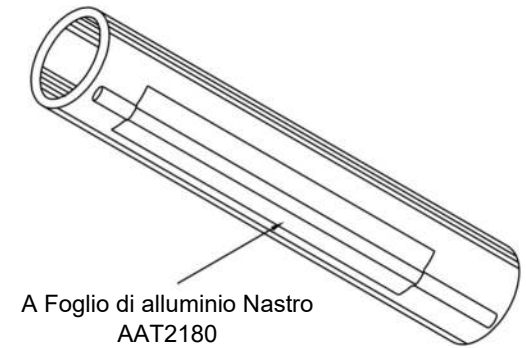

Figura 5
2. Il foglio di alluminio deve essere utilizzato solo se specificato in base alla progettazione. Il foglio viene spesso utilizzato sul tubo di plastica per compensare l'effetto isolante della plastica. Vedere la Figura 5 di sopra.